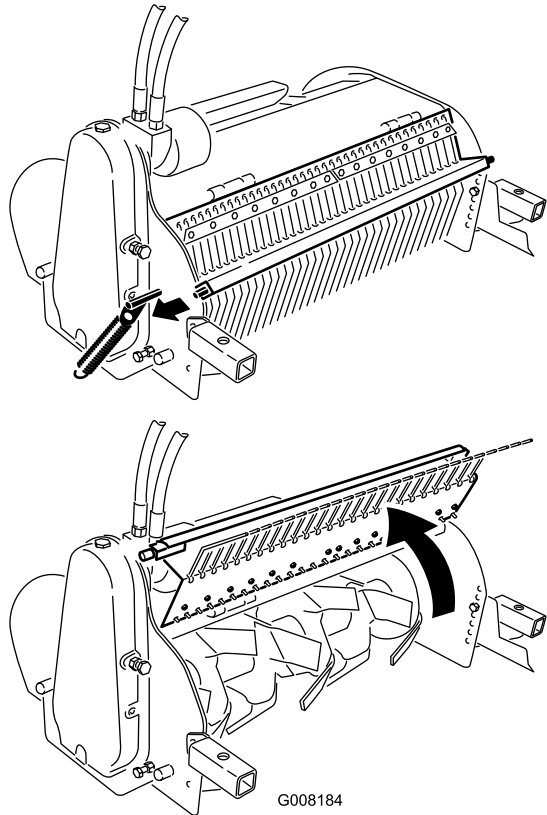

Figura 13
4. Sollevate e rilasciate il dente di arresto dell'anello sul lato del coltivatore (Figura 13).
5. Aprite il coperchio delle fustelle (Figura 13).